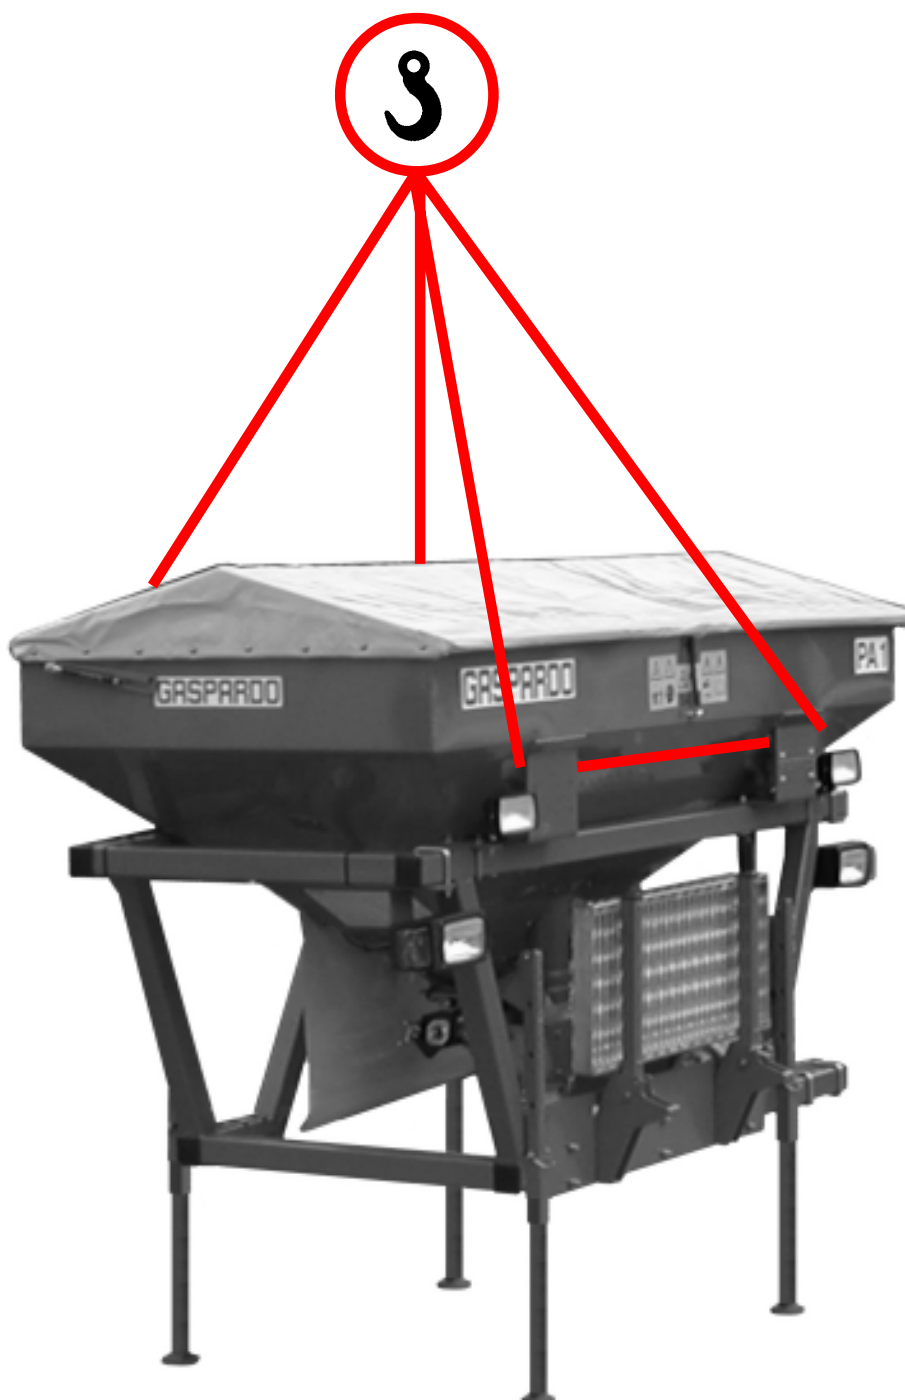
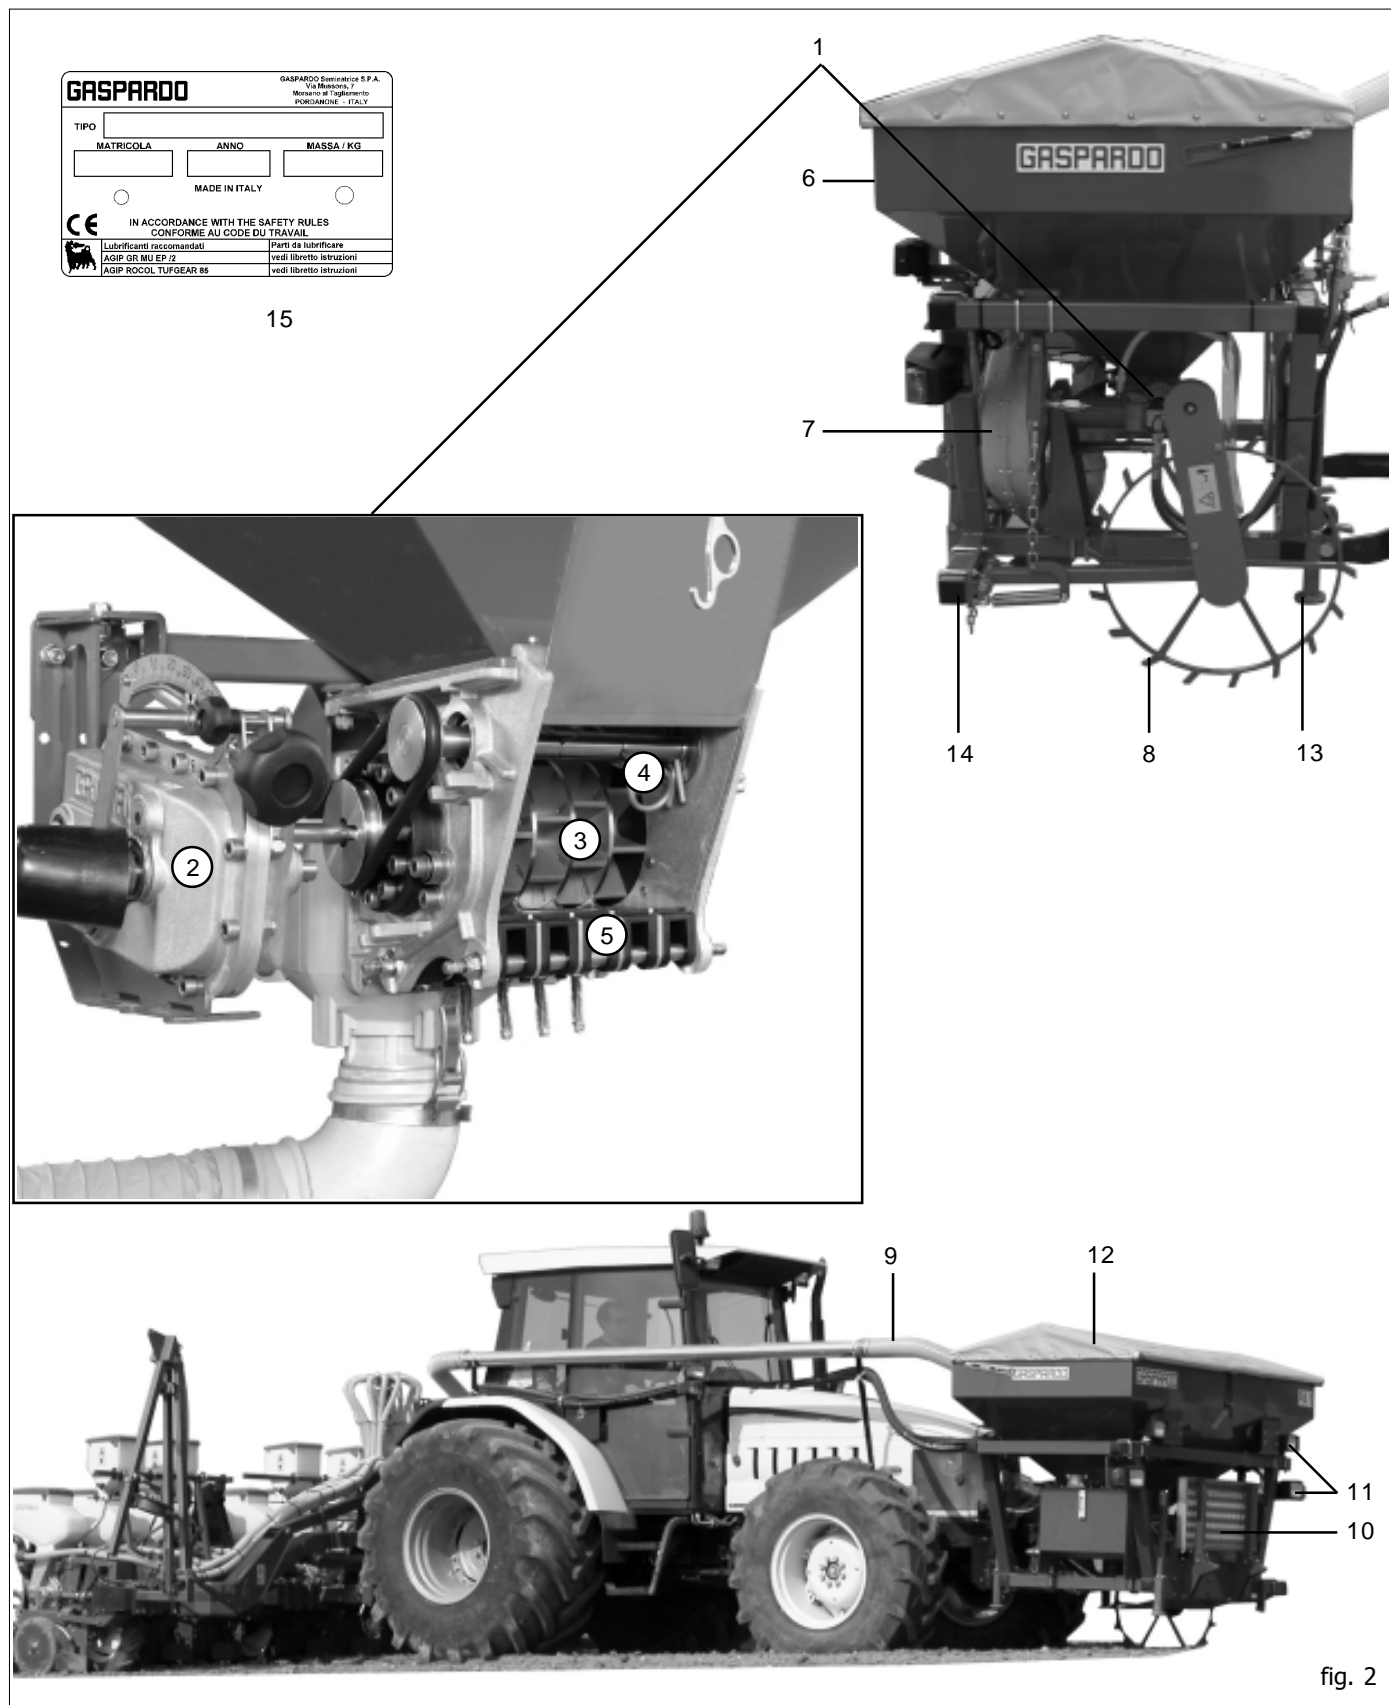

fig. 1
fig. 2
Ogni singola attrezzatura, è dotata di una targhetta di identificazione (15 Fig. 2), i cui dati riportano:
In caso di movimentazione della macchina, è necessario sollevare la stessa agganciandola agli attacchi appositi (Fig.1) con un carrello elevatore di almeno 50 quintali di portata. Quest'operazione, per la sua pericolosità, è necessario venga eseguita da personale preparato e responsabile. La massa della macchina è evidenziata nella targhetta d'identificazione (15 Fig. 2).
1.6 DISEGNO COMPLESSIVO (fig. 2)